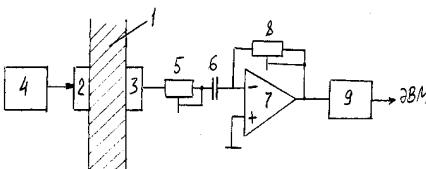

Рис.6
**Устройство для контроля покрытий на листовых материалах** описано в патенте Германии 284765. Контроль проводится по электрическому сопротивлению на переменном токе различных частот. С обеих сторон испытуемого листового материала 1 располагаются электроды 2 и 3 (**рис.6**). К электроду 2 подключен регулируемый генератор переменного напряжения 4. На электроде 3 выделяется переменное напряжение меньшей амплитуды, которое усиливается усилителем 7 с коэффициентом усиления, регулируемым потенциометром 8. В аналого-цифровом пре-